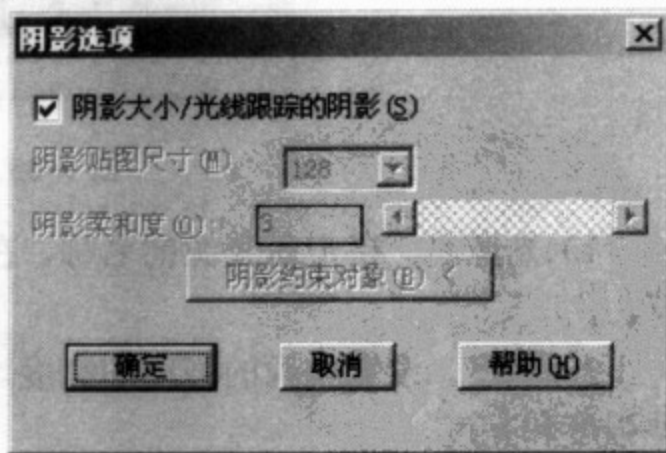

图 9-28 【阴影选项】对话框
6) 阴影。控制是否打开阴影功能。打开阴影功能可以使点光源投射阴影。单击 **阴影选项(O)...** 按钮, 弹出【阴影选项】对话框, 如图 9-28 所示, 用户可以通过该对话框设置阴影类型。